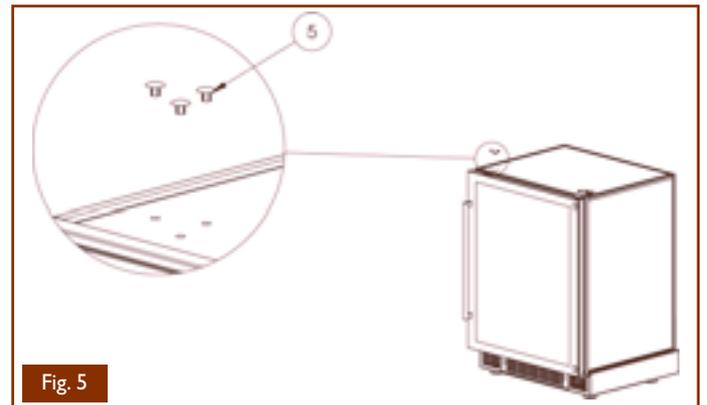

Fig. 5
- Enlevez les bouchons (5) (Fig. 5).